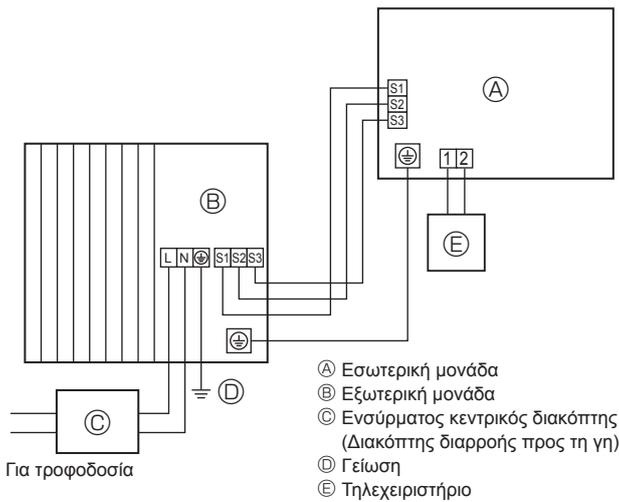
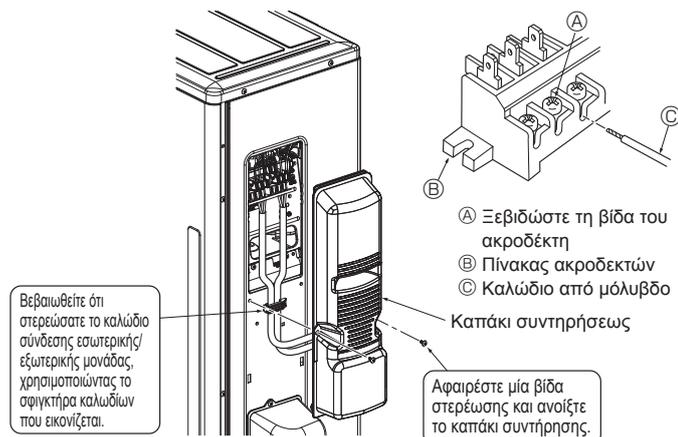
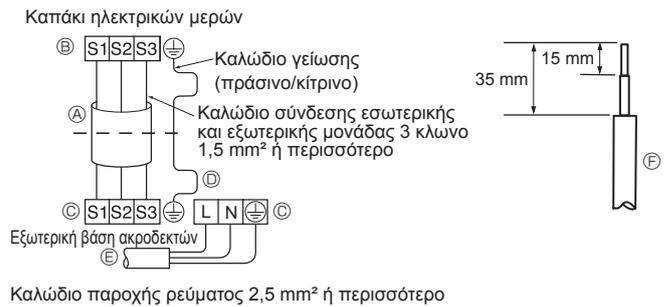

Fig. 6-1
Fig. 6-3
Fig. 6-2
### 6.1. Εξωτερική μονάδα (Fig. 6-1, Fig. 6-2, Fig. 6-3)
- ① Βγάλετε το καπάκι συντήρησης.
- ② Συνδέστε τα καλώδια σύμφωνα με τις Fig. 6-1, Fig. 6-2 και την Fig. 6-3.
- Εκτελέστε την καλωδίωση, όπως φαίνεται στο διάγραμμα κάτω αριστερά. (Προμηθευτείτε το καλώδιο επί τόπου) (Fig. 6-2)